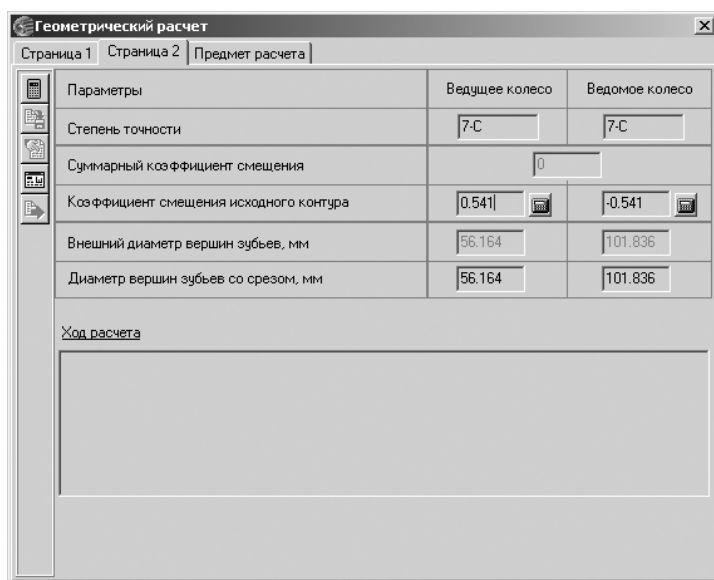

Рис. 5.9. Диалоговое окно **Геометрический расчет** с раскрытой вкладкой **Страница 2** и введенными исходными значениями рассчитываемой передачи
- введите в строке **Диаметр вершин зубьев со срезом, мм**, например, для **Ведущего и Ведомого колес** такие значения, как **56.164** и **101.836**. Введенные значения исходных данных на раскрытой вкладке **Страница 2** показаны на рис. 5.9.